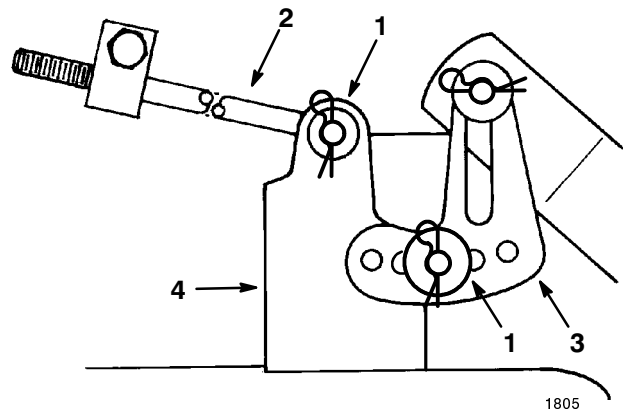

Bild 46
7. Schieben Sie das Ende der langen Stange durch das Loch im Schneidwerkträger (Bild 46). Bringen Sie die Scheibe und den Splint an, um die Stange abzusichern. Wiederholen Sie diesen Schritt an der anderen Schneidwerkseite.
8. Bringen Sie den geschlitzten Schneidwerknivellierbügel am Stift am Schnitthöhenarm an (Bild 46). Bringen Sie die Scheibe und den Splint an, um das Schneidwerk abzusichern. Wiederholen Sie diesen Schritt an der anderen Schneidwerkseite.